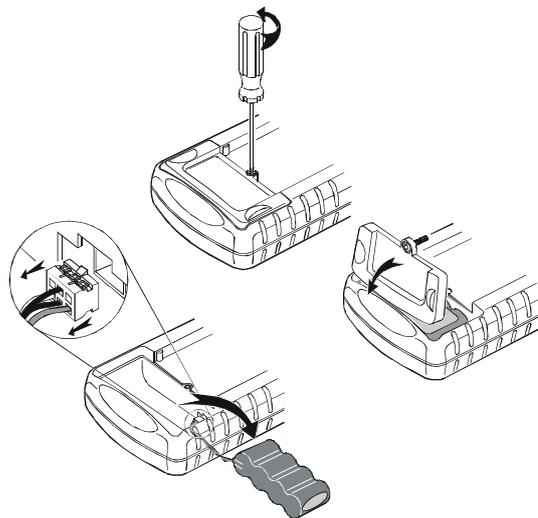

Рис. 8-2 Замена блока аккумуляторов
Чтобы заменить блок аккумуляторов, необходимо выполнить следующие действия: (см. рис. 8-2)
*Положение блока аккумуляторов в аккумуляторном отсеке должен быть таким, как показано на рис. 8-2.*